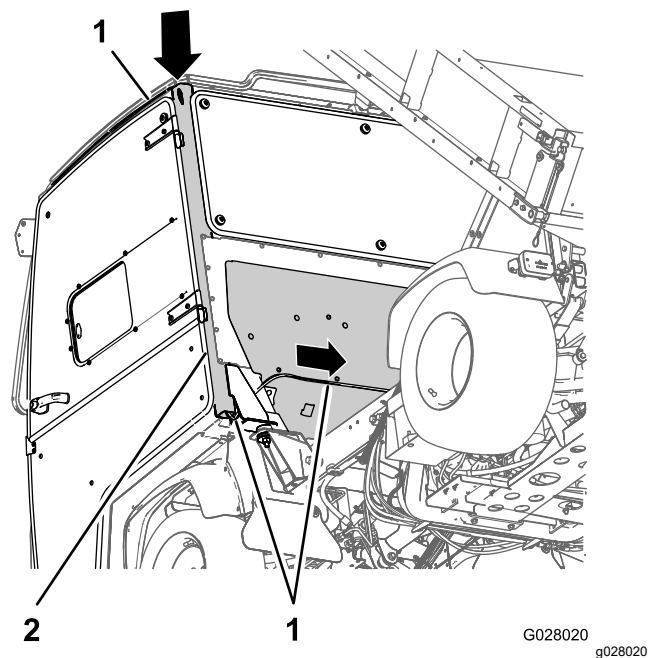

**Figura 26**
1. Nella consolle sovrastante, disponete il cablaggio preassemblato per la pompa di lavaggio (Figura 26) a sinistra e lungo il lato del flessibile installato in Disposizione del flessibile (pagina 9).
2. Disponete il cablaggio preassemblato verso la parte posteriore lungo il profilato del telaio della cabina (Figura 26).